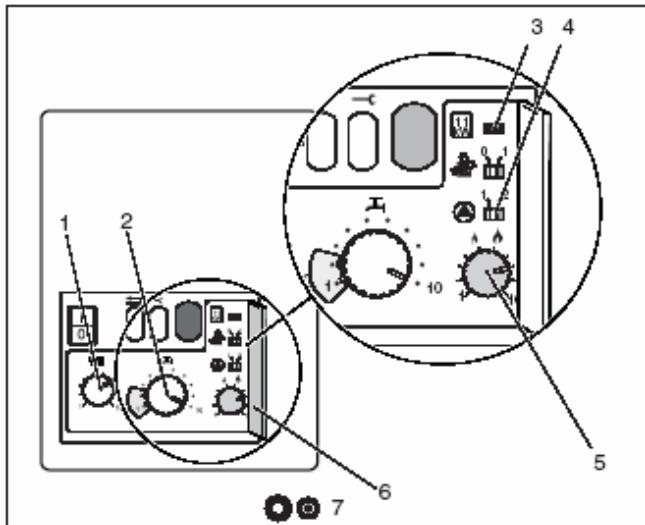

Рис. 21 Уровень управления
легенда к рис. 21:
- Регулятор (рис. 21, поз. 1) настроить на желаемую температуру прямой сетевой воды, в зависимости от расчета установки и в соответствии с табл. 3. Заводская настройка = 73 °C.
- Регулятором (рис. 21, поз. 2) настроить желаемую температуру горячего водоснабжение в соответствии с табл. 4.
- Снять и сохранить перемычку (рис. 21, поз. 3).
- Открыть крышку 2-го уровня управления (рис. 21, поз. 6).
- Настроить отопительную мощность в соответствии с необходимым теплопотреблением (табл. 5) на регуляторе (рис. 21, поз. 5). При настройке учитывать потери мощности в системе дымовых газов (табл. 6).
- Переключатель (рис. 21, поз. 4) установить в положение "1". Время выбега насоса 4 мин.